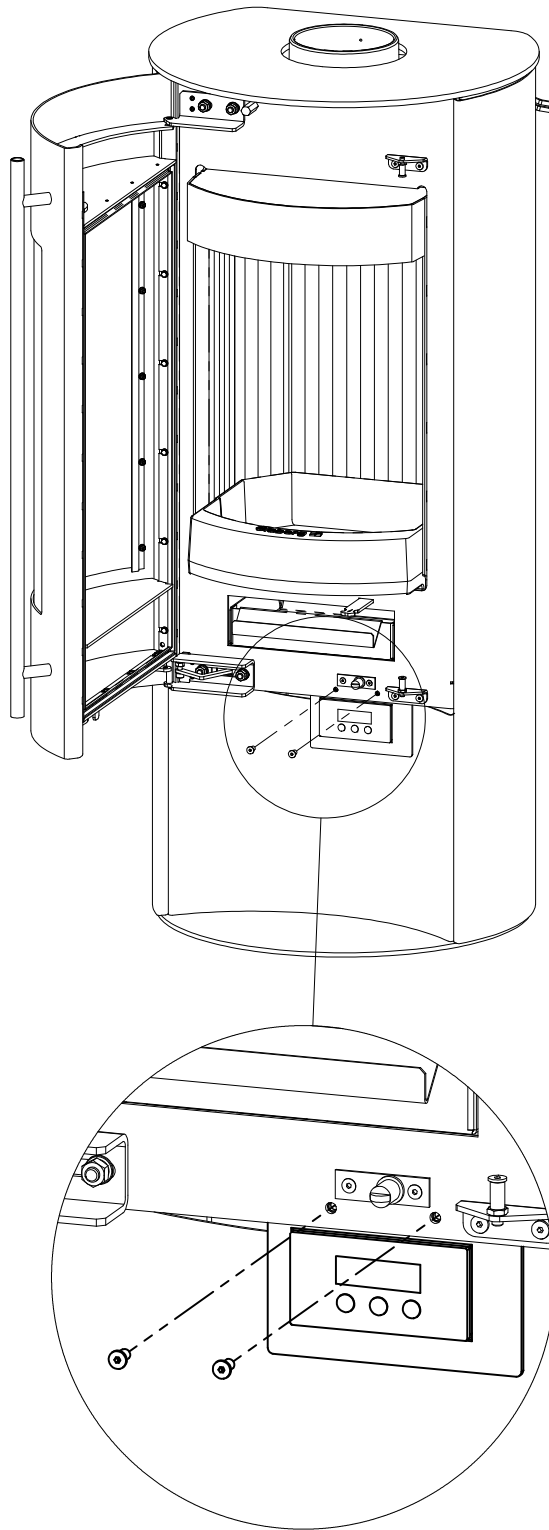

Fig.4
- Visser l'électronique sur l'appareil à l'aide des vis à six pans creux fournies (Fig.4).